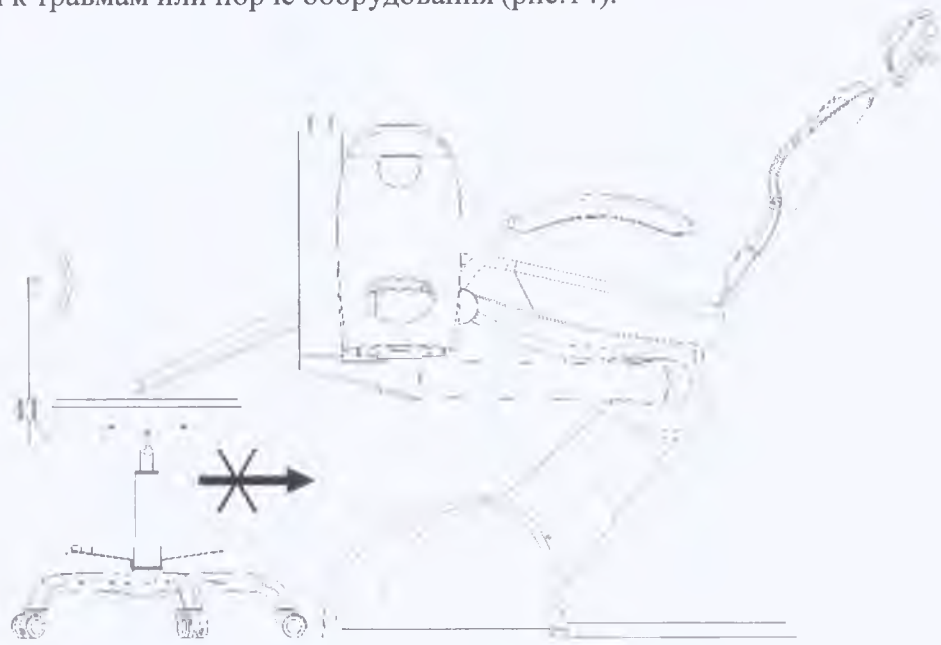

рис.14
- запрещается помещать какие-либо предметы под сиденье кресла. Несоблюдение этого правила может привести к травмам или порче оборудования (рис.14).